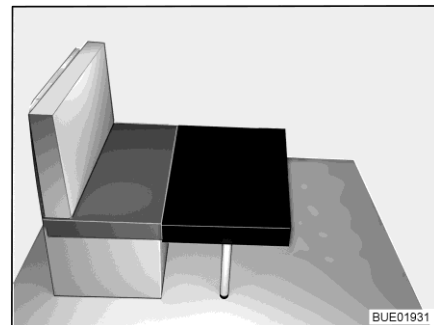

Bild 62 Umbau (1)
- Das kleine Zusatzpolster vor dem Sitzpolster der Sitzbank auf den Tisch legen (siehe Bild 62).